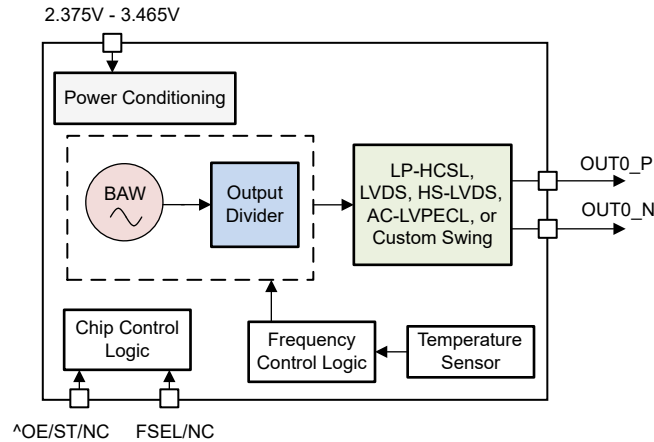

図 5-1. LMK6Bx の概略ブロック図
LMK6Bx は固定周波数で工場出荷時にプログラムされた超低ジッタ BAW 発振器で、以下の複数の出力形式が工場出荷時にプログラムされており、比類のない汎用性を実現します: LVDS、HS-LVDS、AC-LVPECL、LP-HCSL、カスタム スイング。HS-LVDS およびカスタム スイングの出力スイングは、3.3V 電源と 2.5V 電源で 350mVppd ~ 2Vppd (50mVppd ステップ)、カスタム スイングで 350mVppd ~ 1.5Vppd、HS-LVDS で 350mVppd ~ 1.6Vppd にプログラムできます。LMK6Bx には 2 つの機能ピンがあります。ピン 1 には出力カインープル (OE) とスタンバイ (ST) 制御機能があり、ピン 2 には出力周波数選択機能 (FSEL) があり、OPN で指定した周波数を 2 分割または 4 分割できます。LMK6Bx は、光学モジュール市場で使用される最も一般的な 3 つの周波数に対して 1 つの OPN を供給できる市場で唯一の発振器であり、供給と注文が簡素化されています。図 5-1 に、LMK6Bx のブロック図を示します。